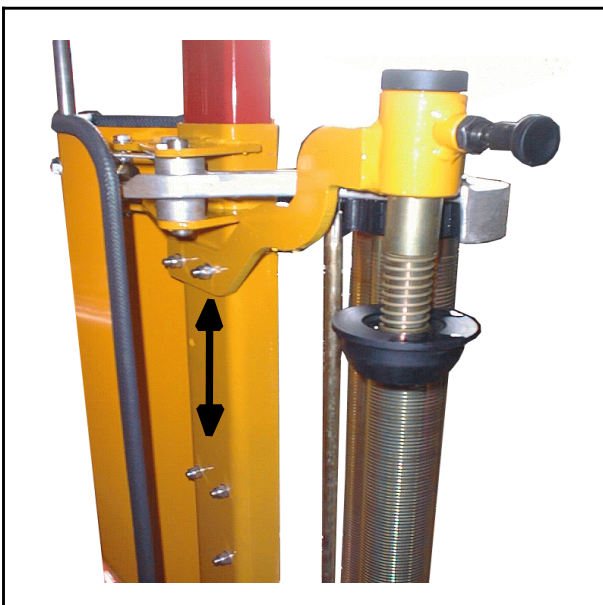

Fig. 4-3
- 4.2 Plastrullen settes i riktig posisjon og den fjærbelastede låsen settes på. Fra fabrikk er forstrekkeren satt til 750mm film, men den øvre braketten kan enkelt flyttes til det nedre hullbildet for 500mm film. (Se fig. 4-3)